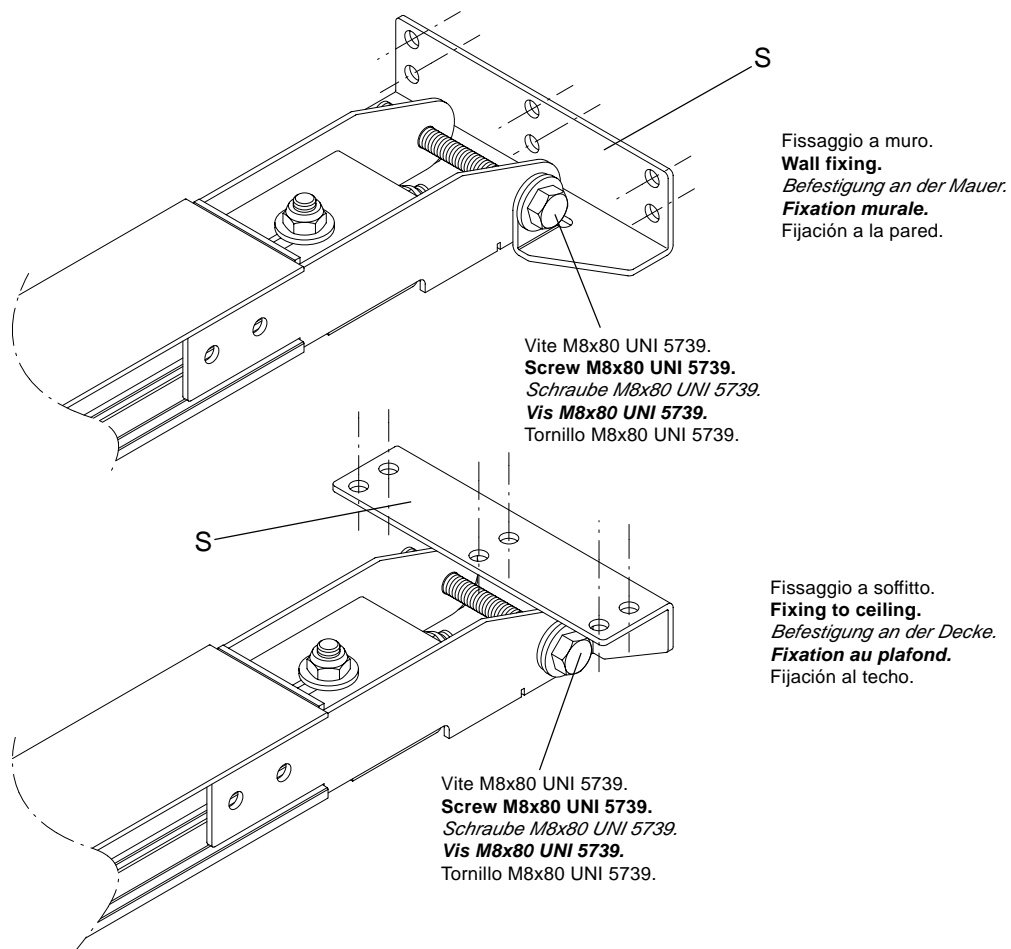

Fig.10
- i) Ancorare la staffa "S" al muro o al soffitto mediante rivetti o viti e tasselli. Ancorare il profilo alla staffa S con la vite a testa esagonale M8x80 ed il dado autobloccante (Fig.10).
- i) Anchor the bracket "S" to wall or ceiling by using rivets or screws and dowels. Anchor the profile to bracket S with the hexagonal head screws M8x80 and the self-locking nut (Fig.10).**
- i) Den Bügel „S“ an die Mauer oder an die Decke mit den Nieten oder den Schrauben und Dübeln verankern. Das Profil am Bügel S mit der sechskantigen Schraube M8x80 und der selbstsichernden Mutter verankern (Abb. 10).*
- i) Ancrer la bride "S" au mur ou au plafond au moyen des rivets ou des vis tamponnées. Ancrer le profil à la bride S avec la vis à tête hexagonale M8x80 et l'écrou auto-serreur (Fig.10).**
- i) Anclar el estribo "S" a la pared o al techo con remaches o pernos de expansión. Anclar el perfil al estribo S con el tornillo de cabeza hexagonal M8x80 y la tuerca autobloccante (Fig.10).